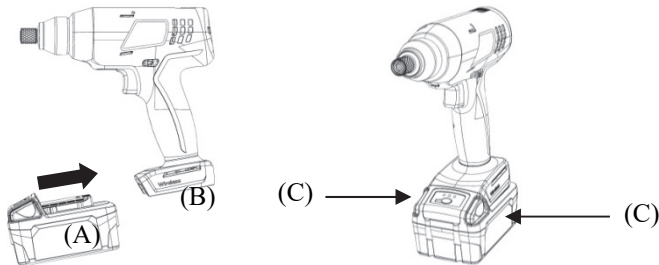

Figura 1
Instalar la batería: Presione la batería (A) sobre la herramienta (B) hasta que encaje en su lugar. (Ver Figura 1)
Extraer la batería: Libere los pestillos de la batería (C) y extraígalas (A) de la herramienta (B). (Ver Figura 1)